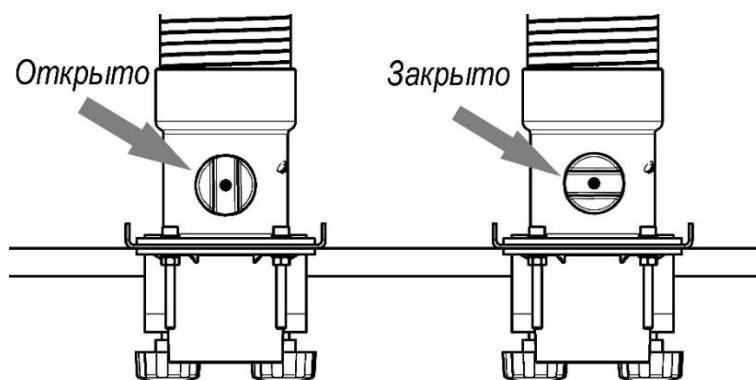

Рисунок 4
4.6 Для регулировки расхода воздуха необходимо повернуть ручку заслонки, установленную на патрубке опоры. Положение ручки заслонки при полностью открытом и полностью закрытом проходе показано на рисунок 4.